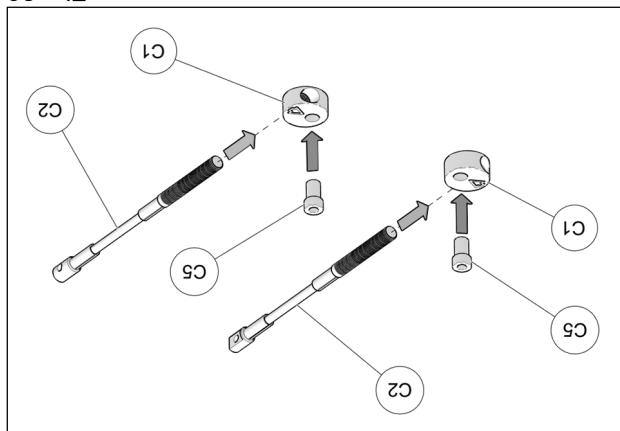

Fig. 20
9. Assembler les câbles des limiteurs de conduite (C2), les extrémités en aluminium (C1) et les bagues espacateurs (C5) tel que montré à la Fig. 20